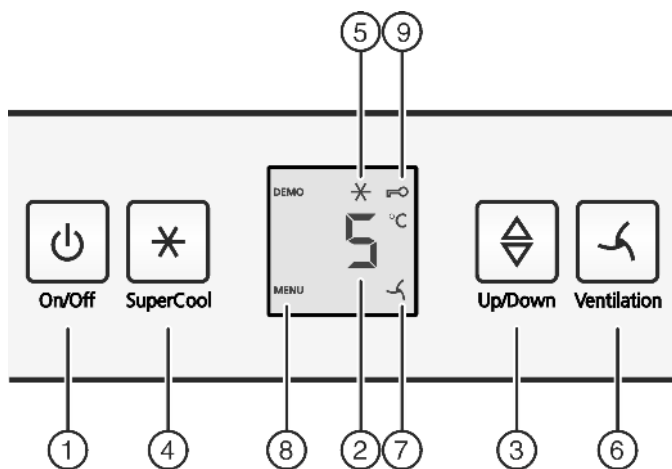

Fig. 3
► Нажать кнопку On/Off Fig. 3 (1).
► Нажмите кнопку «SuperCool» Fig. 3 (4) и удерживайте ее прим. 5 секунд.
▷ На индикаторе будет отображаться символ «Меню» Fig. 3 (8).
► Для подтверждения нажать и отпустить кнопку «SuperCool» Fig. 3 (4).
▷ На индикаторе горит символ «Защита от детей» Fig. 3 (9).
► Нажать и отпустить кнопку «On/Off» Fig. 3 (1).
- ▶ Активация модуля регулировки температуры: нажмите кнопку настройки Fig. 3 (3).
- ▶ Температуру меняйте ступенями по 1 °C: нажимайте кнопку настройки Fig. 3 (3) до тех пор, пока на индикаторе температуры не будет высвечена требуемая температура.
- ▶ Коротко нажмите кнопку SuperCool Fig. 3 (4).
- ▷ На индикации горит символ SuperCool Fig. 3 (5).
- ▷ Символ SuperCool Fig. 3 (5) на индикации гаснет.
- ▶ Коротко нажмите кнопку "Вентиляция" Fig. 3 (6).
- ▷ Символ Вентиляция Fig. 3 (7) горит.
- ▷ Символ Вентиляция Fig. 3 (7) не горит.